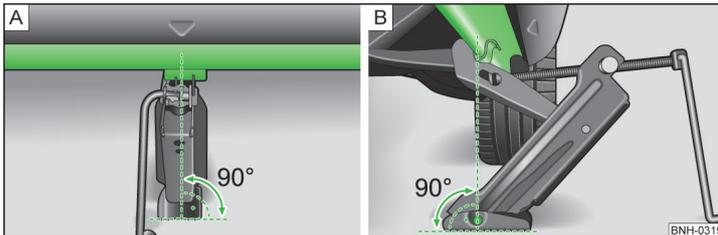

Fig. 131 Applicazione del martinetto
- Assicurarsi che la piastra del martinetto poggi su una base dritta con tutta la sua superficie e accertarsi che si trovi in posizione perpendicolare al punto di applicazione » fig. 131 - A.
- Posizionare il martinetto sotto il punto di applicazione e agendo sulla manovella alzarlo fino a che la staffa d'innesto non cinge la cresta » fig. 131 - B.